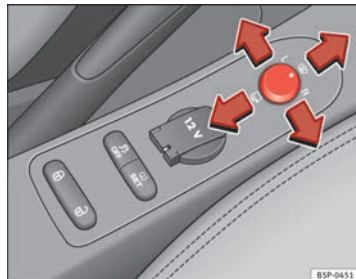

Fig. 89 Commande des rétroviseurs extérieurs
1. Tournez le bouton rotatif $\Rightarrow$ fig. 89 en position **L** (**rétroviseur extérieur gauche**).
- Tournez le bouton rotatif $\Rightarrow$ fig. 89 en position $\textcircled{2}$ pour rabattre les rétroviseurs extérieurs. Pour éviter tout dégât, il est conseillé de toujours rabattre les rétroviseurs extérieurs lorsque vous passez dans une installation de lavage automatique.